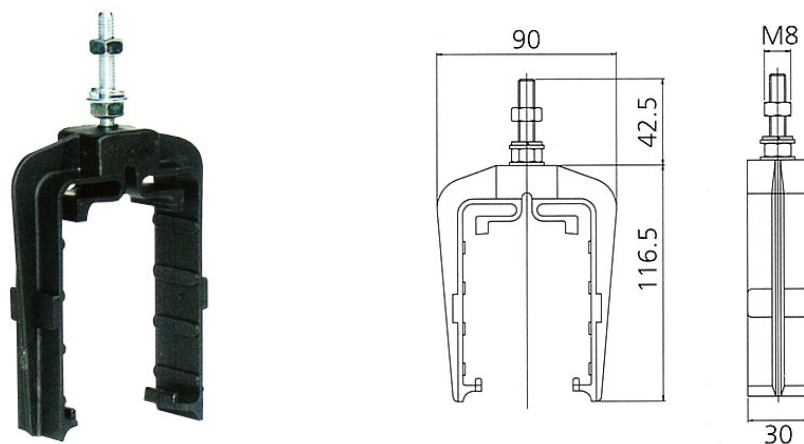

Рисунок 7 - Общий вид подвесного кронштейна
3.6. Характеристика подвесного кронштейна (см. рис.7):